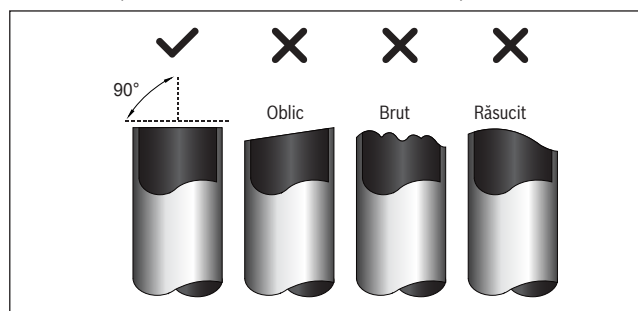

Fig. 14.
1. Asigurați-vă că țeava este tăiată la un unghi perfect de 90°. Consultați fig. 14 pentru exemple de tăiere greșită